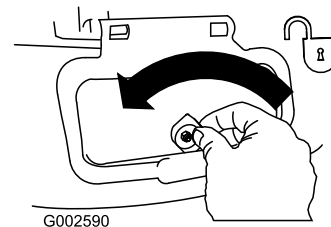

Figure 19
1. Déverrouillez le volet d'éjection latérale (Figure 19).